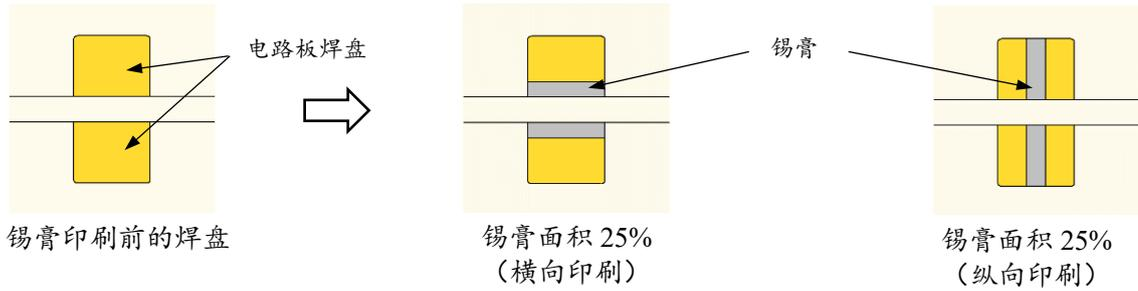

图 11. 试验品的锡膏印刷方法例
- 试验方法： 使用胶带限制锡膏印刷位置，对不同锡膏面积（占焊盘 25%~100%）下的 $R_{\theta JA}$ 和 T_j 进行测量。（如图 11 所示）